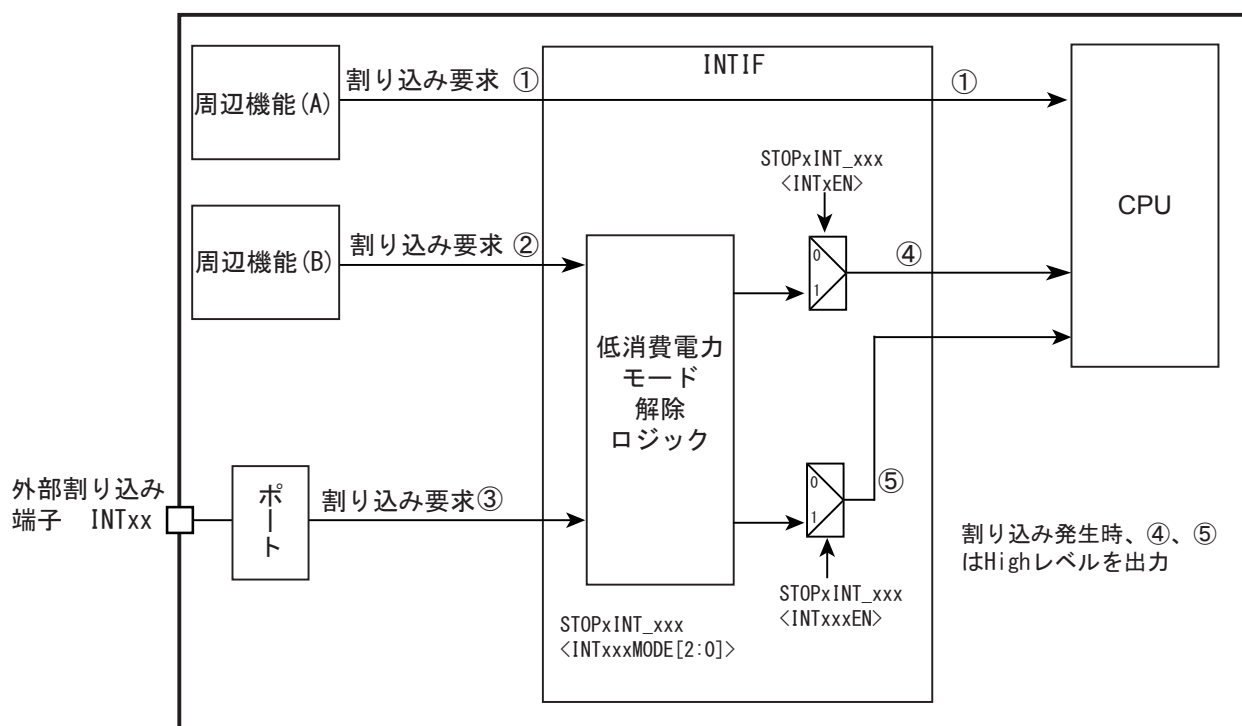

図 7-1 割り込み要求の経路
割り込み要求の経路を図 7-1 に示します。
また、外部割り込みを低消費電力モードの解除要因としない要求接続の場合(「図 7-1 割り込み要求の経路」の①の経路)、外部割り込み端子からの入力信号はそのまま CPU に伝わります。CPU は"High"入力を割り込みとして認識しますので、入力ディセーブルのまま CPU で該当する割り込みを有効にするとその時点で割り込みが発生します。